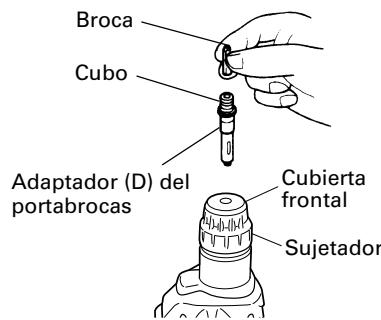

Fig. 11
4. Cuando coloque tornillos para metal (Fig. 11)
- **No intente emplear la perforadora de percusión en la función de rotación y golpeteo con el adaptador de portabroca (D) y la broca instalados.**
5. Atornillando tornillos para madera (Fig. 11)